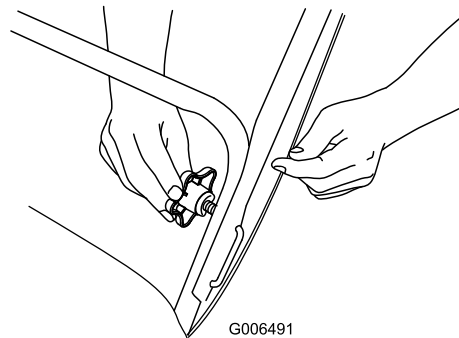

Рисунок 4
1. Фиксатор “П”-образной рукоятки (2)
- Вставьте конец фиксатора “П”-образной рукоятки в открытое отверстие рукоятки, и надежно затяните головки рукоятки (Рисунок 4).